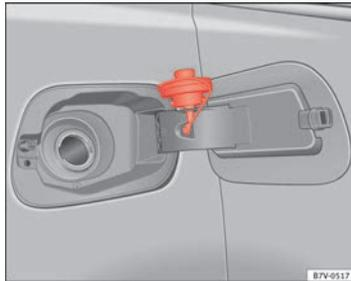

Fig. 165 Tapa del depósito abierta con el tapón enganchado en ella.
- Extraiga el tapón del depósito desenroscándolo hacia la izquierda e introdúzcalo en el orificio previsto en la bisagra de la tapa del depósito ⇒ fig. 165.